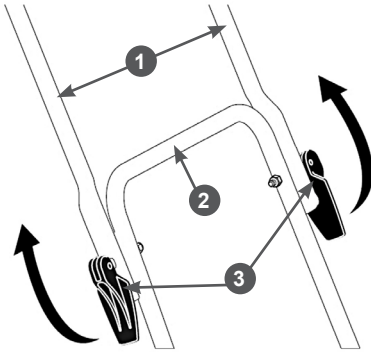

Рис. 5 Крепление верхней части рабочей рукоятки
5. Установите верхнюю часть рукоятки в рабочее положение. Поднимите верхнюю часть 1 рукоятки, выровняйте её в одной плоскости с нижней частью 2, затем затяните эксцентрикковые рычаги 3 (Рис. 5).